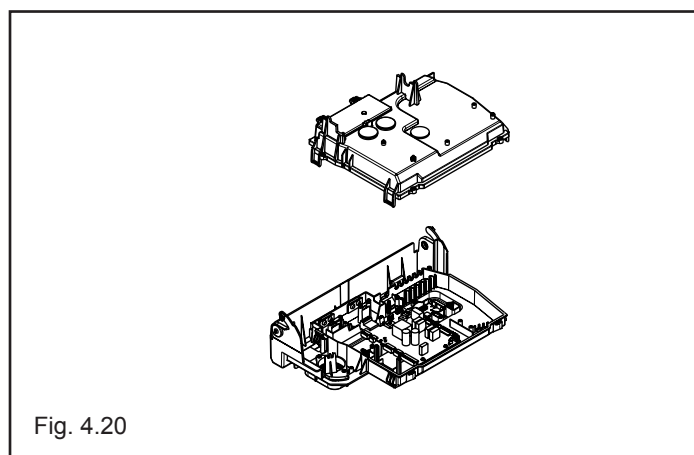

Fig. 4.20
- Rimuovere il mantello, sganciare e abbassare il cruscotto verso di sé (Fig. 4.18a) e rimuovere la copertura scheda per accedere al pulsante "CO" (Fig. 4.20)